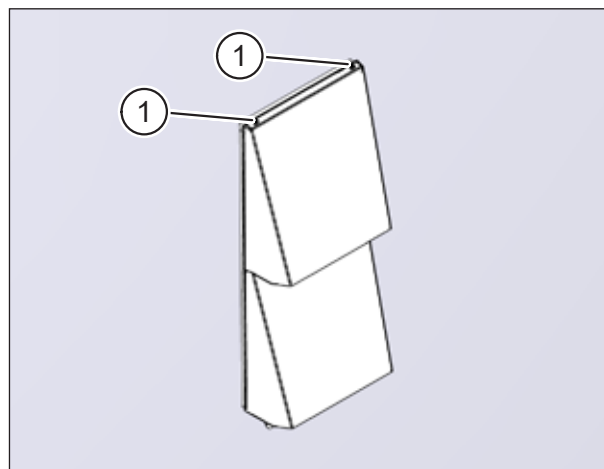

Fig. 19 : Couvercle de façade installé
- ▶ Fixez le cache avec les deux vis cruciformes (pos. 1 dans Fig. 19).